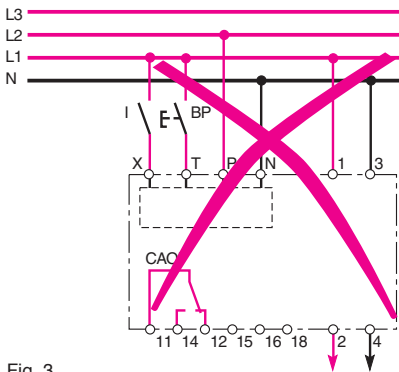

Fig. 3
- fig. 3 : bornes X, T et P raccordées sur une phase différente (elles doivent être sur la même phase)